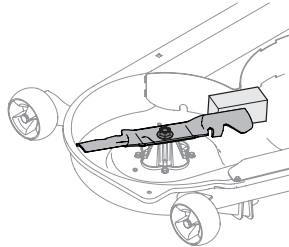

Figura 2
3. Establezca una de las cuchillas de corte con una herramienta de bloqueo de cuchillas o un bloque de madera. Consulte Figura 2.